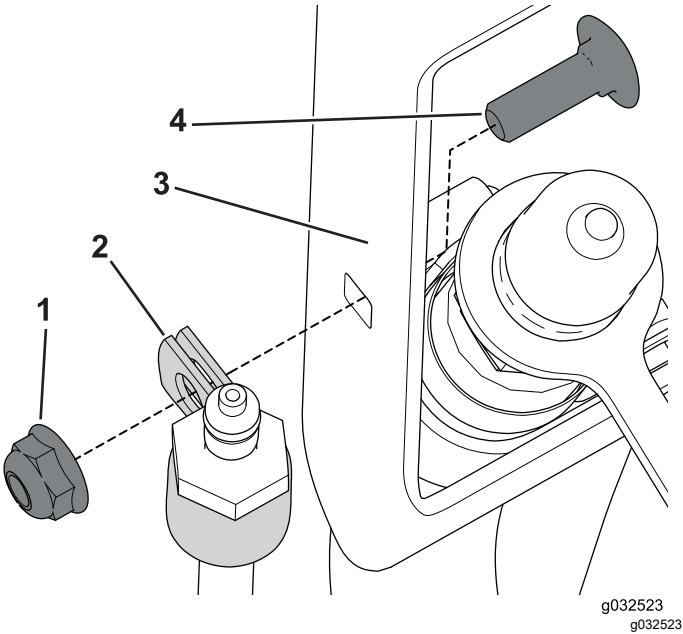

Figure 36
1. Placez un collier en R autour du raccord de flexible (Figure 36).
2. Fixez le collier en R au support de flexible à l'aide du boulon de carrosserie (¼ x ¾ po) et de l'écrou (Figure 36).